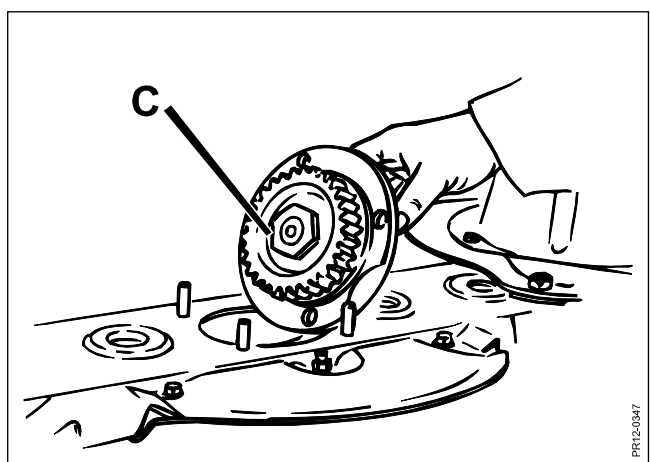

Fig. 6-10
- Fig. 6-10 På rotorslätterkrossen används en rotorbalk, där varje enskilt nav **C** under tallrikarna lätt kan bytas ut uppifrån (Top Service balk).